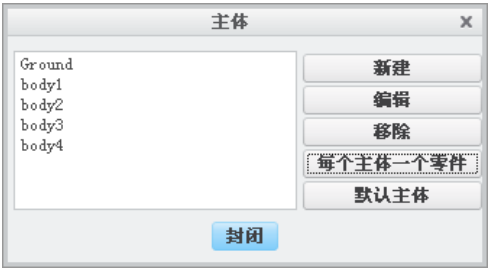

图 10.3.2 “主体”对话框（二）
- ② 单击对话框中的 **每个主体一个零件** 按钮，系统将所有零件作为主体加入主体列表中，如图 10.3.2 所示。
- ③ 单击“主体”对话框中的 **封闭** 按钮。
- (4) 保存模型文件。